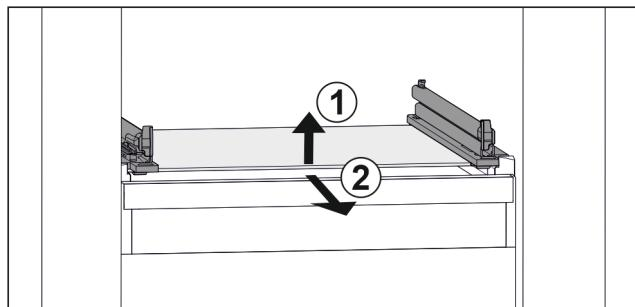

Fig. 123 Приближене відображення скляної пластини
- Підняти скляну пластину спереду. Fig. 123 (1)
- Вийняти скляну пластину рухом вперед. Fig. 123 (2)